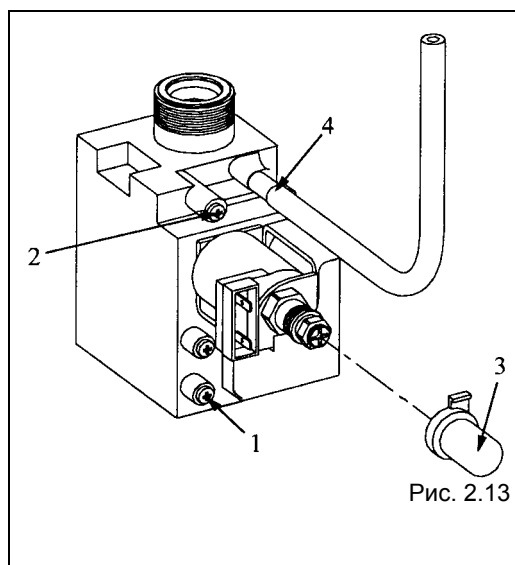

Рис. 2.13
- присоедините манометр к штуцеру замера давления (1 – рисунок 2.13), который находится перед газовым клапаном;
- отсоедините манометр и закройте штуцер (1 – рисунок 2.13).
- отсоедините компенсационный штуцер (4 – Рисунок 2.13) газового клапана (только для C.S.I. и R.S.I.);
- присоедините один конец манометра к штуцеру замера давления (2 – Рисунок 2.13), который находится после газового клапана
- снимите защитный колпачок с регулировочного винта (3 – Рисунок 2.13).